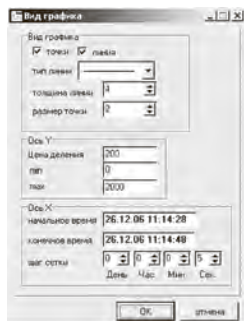

рис.23
- кнопка вид графика - выводит диалоговое окно (рис.23), которое позволяет изменять отображение графика точками и линией (при этом можно задавать толщину линии и размер точек), изменять цену деления по осям, переносить точку начала отсчета для наглядности общего вида графика.